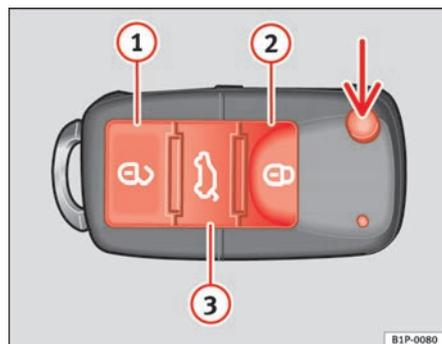

Fig. 44 Teclas de la llave con mando a distancia
Con la tecla ⇒ fig. 44 (flecha) del mando, se desbloquea el paletón de la llave.
Desbloqueo del vehículo ⇒ fig. 44 ①.
Bloqueo del vehículo ⇒ fig. 44 ②.
Desbloqueo del portón trasero. Pulse la tecla ⇒ fig. 44 ③ hasta que todos los intermitentes del vehículo parpadeen brevemente. Al pulsar la tecla de desbloqueo ③, dispone de 2 minutos para abrir el portón. Una vez transcurrido este tiempo se bloqueará de nuevo.
Para cambiar el estado de bloqueo/desbloqueo, accione el pulsador  o la tecla  ⇒ página 82, fig. 44 de la llave del mando a distancia.